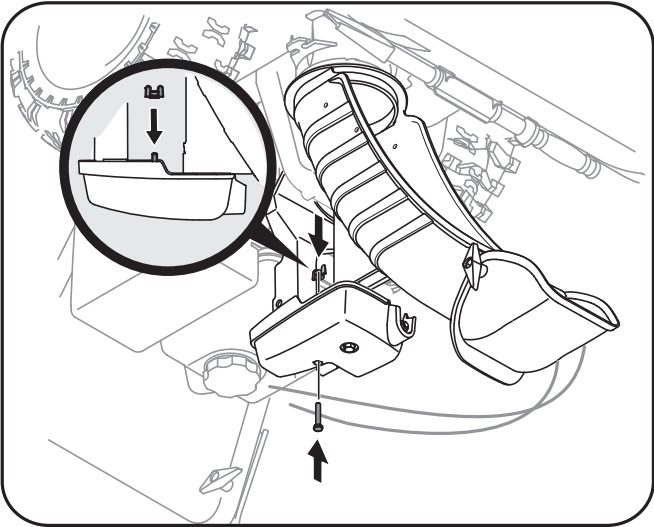

Fig. 3-5
- Continuez l'installation de la goulotte sur son support avec l'écrin à oreilles et la vis hex. retirez plus tôt. Voir la Fig. 3-5.